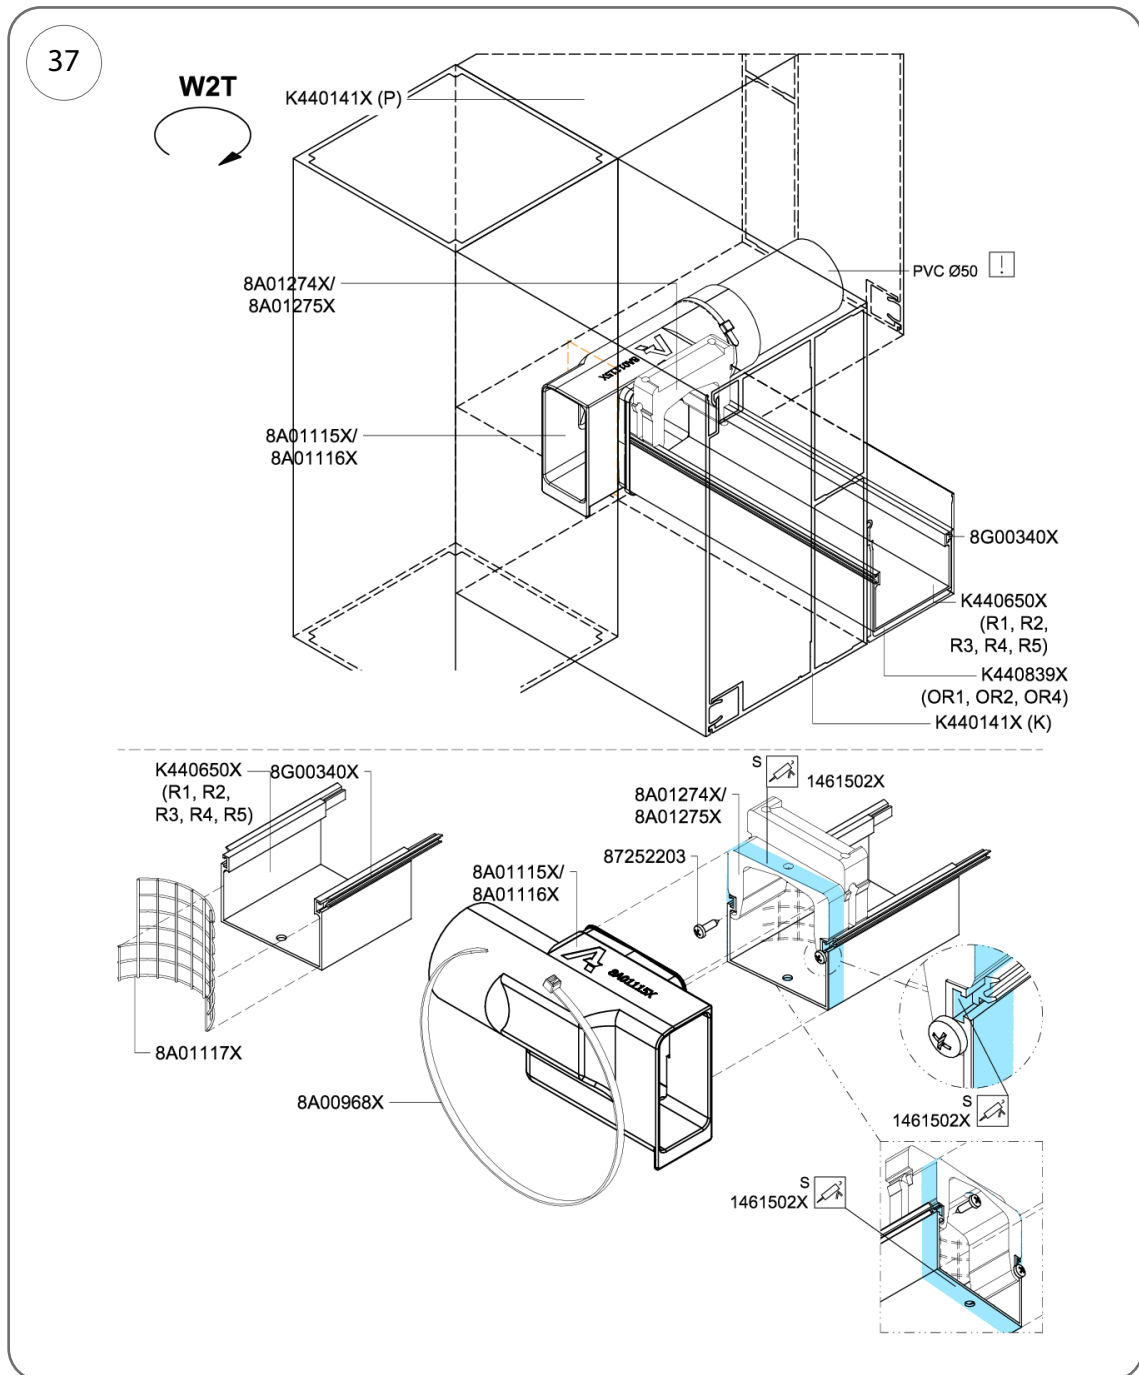

Fig. 37
2. Fixez les composants du loquet pour les empêcher de bouger en vissant 2 vis de 3,5 mm de diamètre x 13 mm de long (réf. 87252203) – Fig. 37.
3. Appliquez une couche de mastic adhésif (réf. 1461502X) sur tout le pourtour de la gouttière et de l'élément à encliqueter, comme illustré à la fig. 37.